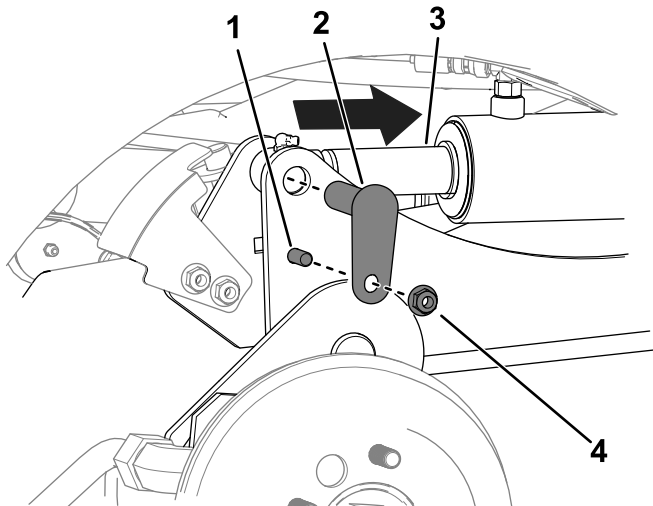

Bild 11
C. Verwenden Sie einen Austreiber, um die Löcher der Zylinderstange mit den Löchern des Hubarms auszurichten (Bild 11).
D. Verwenden Sie zwei Schrauben ($\frac{3}{8}$ " x $1\frac{1}{4}$ ""), zwei Muttern ($\frac{3}{8}$ "") und zwei kleine Stifte, um die Hubarme an den Zylindern zu befestigen (Bild 11).